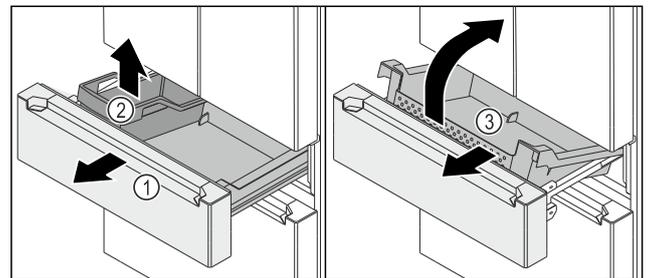

Fig. 146
- ▶ Sortir le chariot à glissière Fig. 146 (1) jusqu'en butée.
- ▶ Retirer la FlexBox Fig. 146 (2).
- ▶ Soulever l'avant du bac Fig. 146 (3).
- ▶ Retirer le bac Fig. 146 (3) par l'avant en l'inclinant.